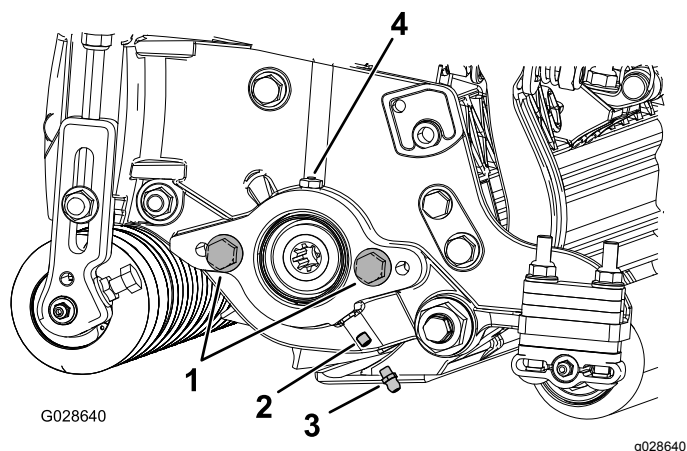

Figura 4
1. Togliete ed eliminate la vite di fermo sulla piastra laterale del motore dei cilindri (Figura 4).
2. Se non sono presenti bulloni senza dado sulla piastra laterale del motore dei cilindri, montateli (Figura 4).
5. Ingrassate la piastra laterale fino a quando il grasso in eccesso non fuoriesce dallo spurgo del grasso (Figura 4).